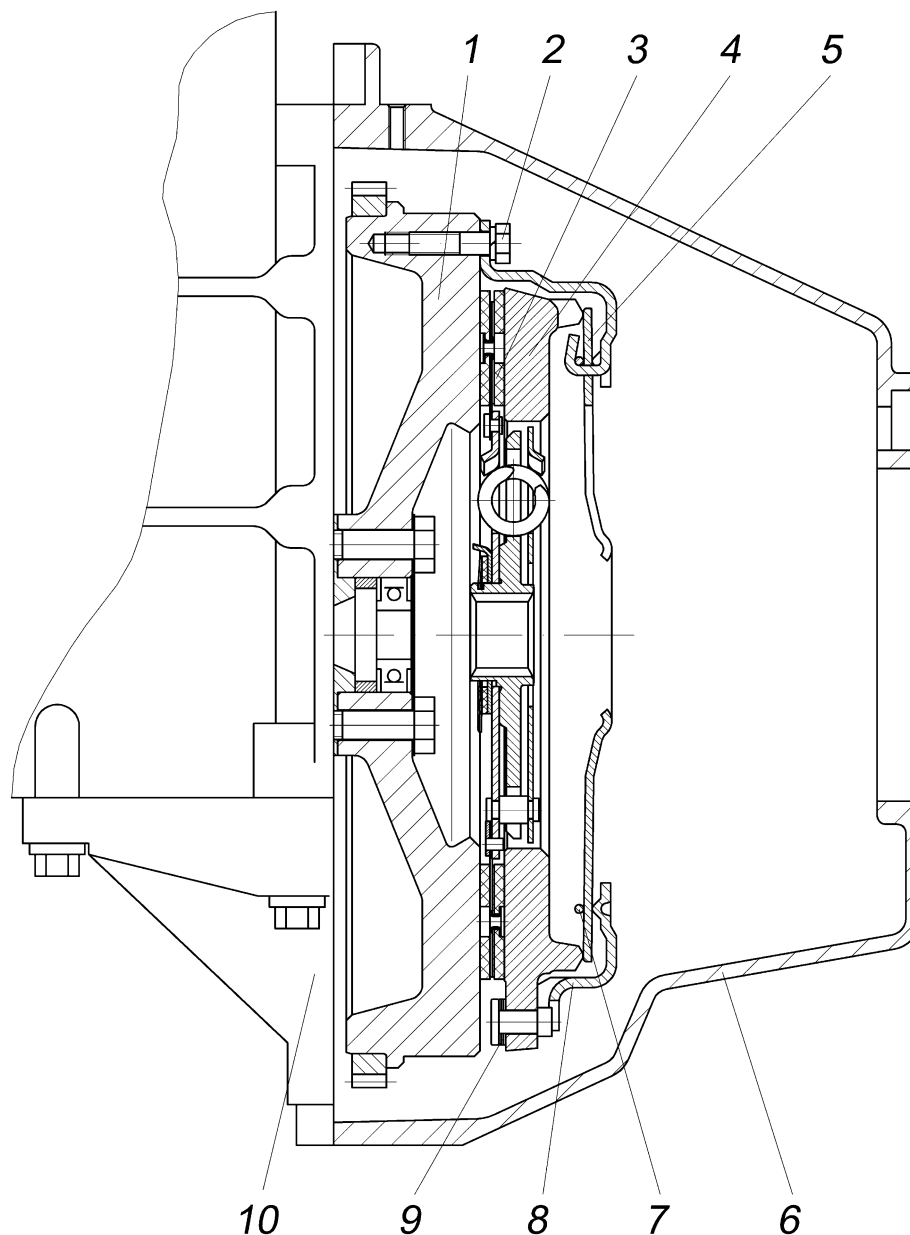

Рис.84. Сцепление:
**Сцепление** (рис.84) - сухое, однодисковое, с диафрагменной нажимной пружиной, состоит из двух основных частей: нажимной диск в сборе и ведомый диск в сборе.